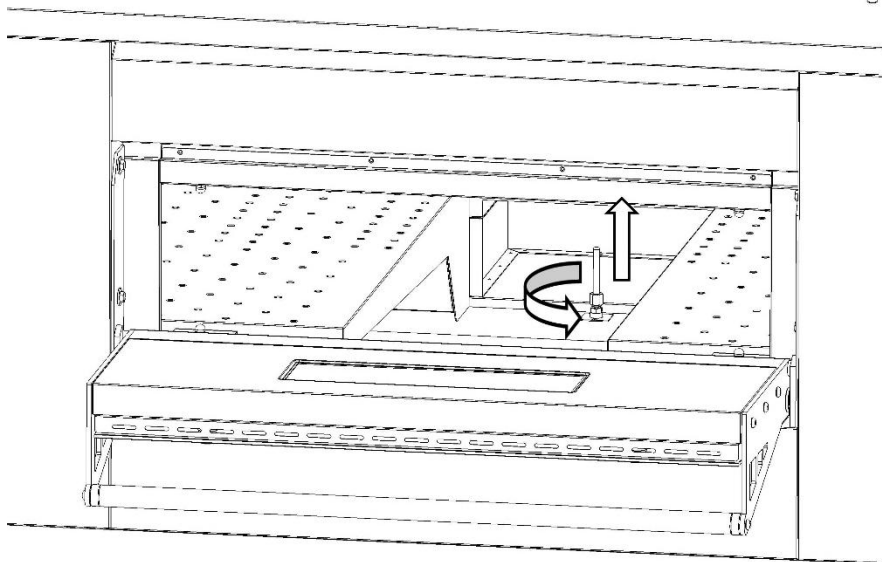

Fig.9B
- 7.Con una llave de 12 mm aflojar la tuerca de fijación del soporte y sacar la sonda (Fig.9B).